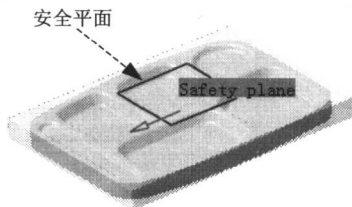

图 1.17 创建安全平面
(3) 右击系统创建的平面，在弹出的快捷菜单选择 **Offset...** 命令，系统弹出“Edit Parameter”对话框，在其中的 **Thickness** 文本框中输入值-10，单击 **确定** 按钮，完成如图 1.17 所示的安全平面。